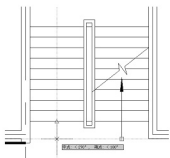
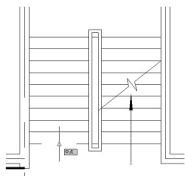
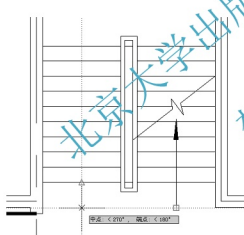

图 2.113 向左拖出水平虚线
图 2.114 光标放在左侧梯段踏步线中点
图 2.115 向下拖出垂直虚线
(1) 打开【正交】、【对象捕捉】、【对象追踪】功能。单击【绘图】工具栏上的【多段线】图标或在命令行输入“PL”并按 Enter 键, 启动【多段线】命令。
(2) 在指定起点: 提示下, 将光标放置在如图 2.113 所示的上行箭头杆的端部, 不单击, 然后将光标向左慢慢拖动, 拖出一条水平虚线。然后再将光标放置在如图 2.114 所示的左侧梯段踏步线中点, 此时出现中点捕捉, 同样不单击, 并把光标垂直向下慢慢拖动, 拖出一条垂直虚线, 如图 2.115 所示。然后将光标放置在水平和垂直虚线相交处并单击, 确定下行箭头杆的起点位置。